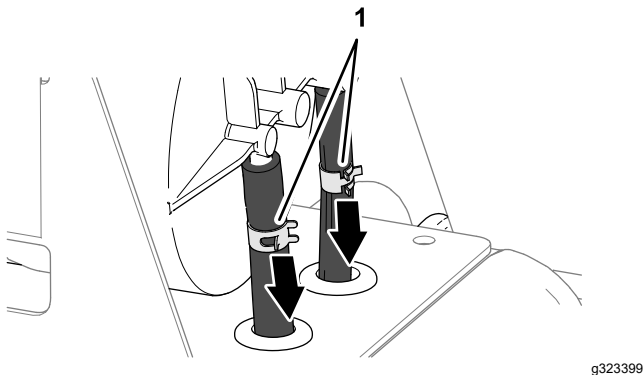

Figura 116
- Afloje las 2 abrazaderas que sujetan las mangueras a los acoplamientos del cartucho de carbón (Figura 116).